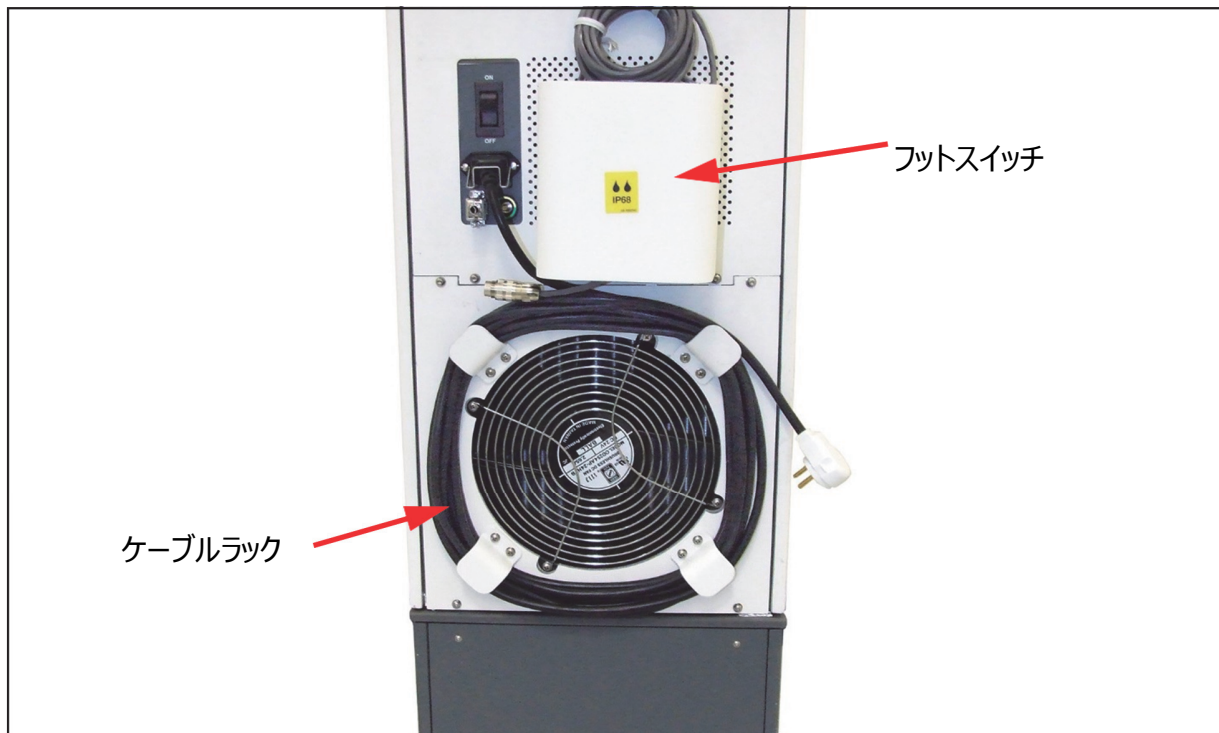

図 18: レーザコンソールのケーブルラックとフットスイッチ収納フック
5. 主電源プラグを壁のコンセントから抜き、電源ケーブルをケーブルラックに巻き付ける（図18を参照する）。
6. レーザコンソールからフットスイッチコネクタを抜き、フットスイッチ収納フックに掛ける（図18を参照する）。